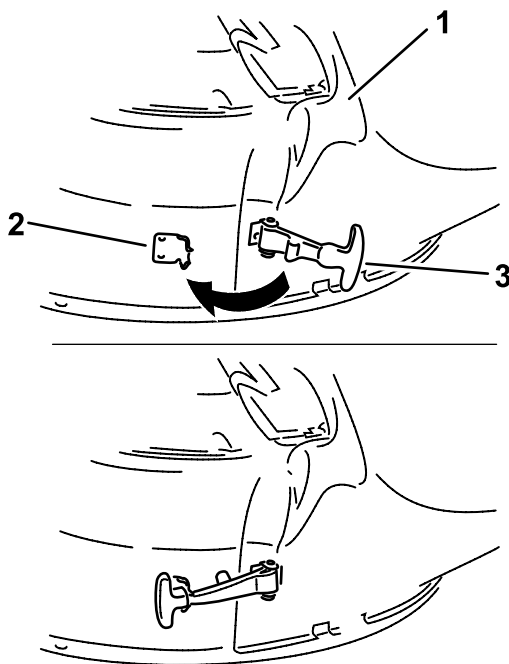

Figure 23
7. Accrochez le verrou flexible de la goutte à la gâche de retenue qui est soudée sur le plateau de coupe (Figure 23).